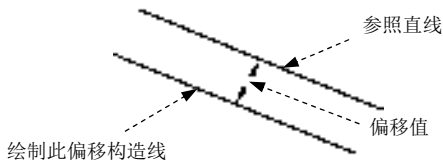

图 2.1.17 绘制“偏移”构造线
偏移构造线是指与指定直线平行的构造线。下面以图 2.1.17 为例, 说明绘制偏移构造线的一般操作步骤。
(1) 在命令行中输入偏移值 150, 按 Enter 键确认。
(2) 在命令行**选择直线对象**的提示下, 选取参照直线。
(3) 在命令行**指定向哪侧偏移**的提示下, 选取参照直线下方的某一点——点 A 以指定偏移方向, 如图 2.1.19 所示。此时系统便绘制出图 2.1.17 所示的偏移构造线。
(4) 按 Enter 键结束命令。